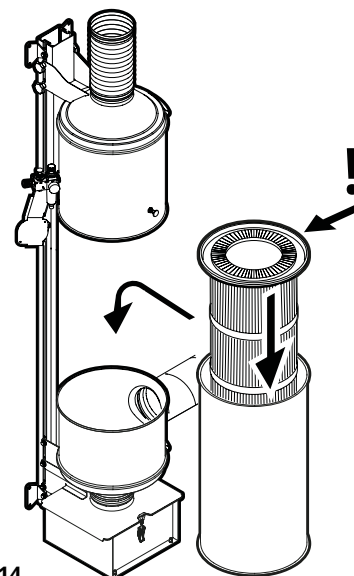

Fig. 14
9. Retournez le carter du filtre dans le bon sens, placez-le sur une surface plane et mettez en place un nouveau filtre à cartouche CFS 149W3 (**Fig. 14**).